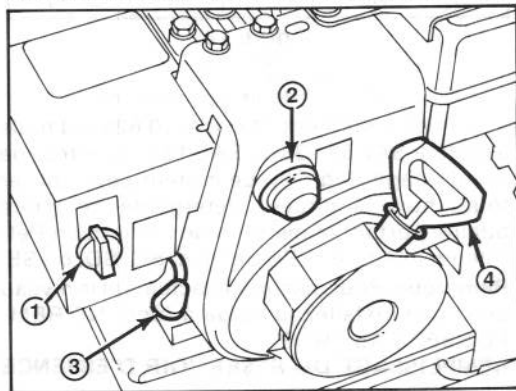

Figure 14
Commande des gaz (Fig. 14) — En tirant la manette vers le haut, vous augmenterez le régime du moteur.
Étrangleur (Fig. 14) — L'étrangleur pour le moteur est situé sur la boîte de chauffage. Pour mettre en marche un moteur froid, faites tourner l'étrangleur en position "PLEIN étrangleur". Au fur et à mesure que le moteur se réchauffe ramenez petit à petit la manette en position ARRÊT.
Amorceur (Fig. 14) — Appuyez sur l'amorceur qui projette une petite quantité d'essence dans le moteur pour faciliter la mise en marche par temps froid.
Démarreur à rappel (Fig. 14) — Le démarreur à rappel se trouve à l'arrière du moteur. Il suffit de le tirer pour mettre le moteur en marche.
A. Enlevez les vis Phillips et la vis à tête hexagonale qui maintiennent la boîte de chauffage en place. Tirez sur le bouton de l'étrangleur pour l'enlever de la tige (Fig. 14).
2. Mettez la commande des gaz en position RAPIDE (fast) (Fig. 14).
4. Faites tourner l'étrangleur en position "PLEIN étrangleur" (Fig. 14).
6. Appuyez sur l'amorceur (Fig. 14) cinq fois.
7. Saisissez la poignée du démarreur à rappel (Fig. 14) et tirez-la lentement jusqu'à ce que vous sentiez une prise ferme. Tirez alors vigoureusement pour mettre le moteur en marche. Retenez fermement la poignée du démarreur et laissez-la revenir lentement.
8. Une fois le moteur en marche, tournez immédiatement la manette d'étrangleur (Fig. 14) aux 3/4 de sa course. Au fur et à mesure que le moteur se réchauffe, tournez la manette à moitié de sa course, puis en position ARRÊT. Si le moteur hésite, ramenez l'étrangleur à la moitié de sa course. Quand le moteur est suffisamment réchauffé, tournez la manette en position ARRÊT.
1. Mettez la commande de traction et la commande de tarière (Fig. 14) en position débrayée.
2. Ramenez la manette des gaz en position lente (slow) et tournez la clé d'allumage en position d'ARRÊT (Off) (Fig. 14).